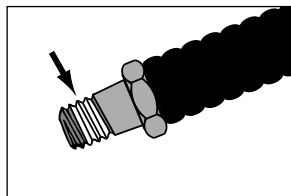

Figura 2, Vedação da Rosca
**Nota:** Nos passos seguintes, aplique 1e 1/2 voltas de fita Teflon ou outra vedação adequada em todas as conexões hidráulicas rosqueadas, deixando a primeira rosca completa livre de fita ou vedação, conforme mostrado na Figura 2.